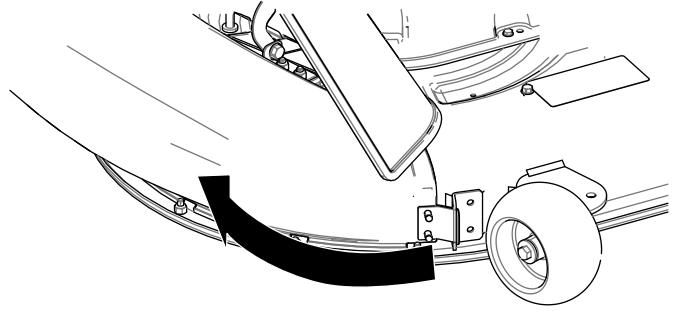

Figure 21
- Rabattez la goulotte vers le plateau de coupe dans son alignement (Figure 21).